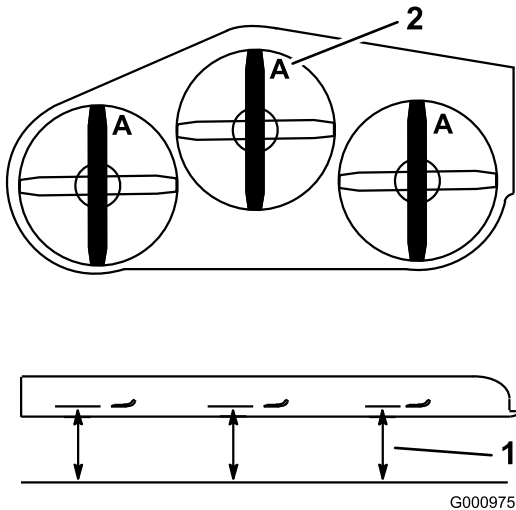

図 75
- Aの位置で(図75)、平らな床面からブレードの刃先までの高さを測る。